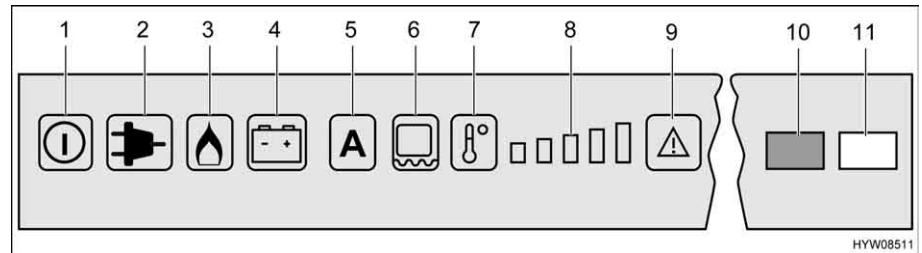

Fig. 229 Elementi di comando per il frigorifero (Dometic RMD)
Se è impostata la modalità di funzionamento "AES", la tensione a 230 V **non** è allacciata e il motore del veicolo è **spento**, il sistema AES seleziona il rifornimento di gas. Selezionando il funzionamento a gas, il dispositivo di sicurezza si apre automaticamente, così che il gas possa fluire al bruciatore. Contemporaneamente si inserisce l'accenditore elettronico. Se la fiamma del gas si spegne, p. es. a causa di un colpo di vento, l'accenditore viene subito azionato riaccendendo il gas. In caso di guasto del funzionamento a gas, lampeggiano i tasti luminosi "Gas" (Fig. 229,3) e "Guasto" (Fig. 229,9). La spia di controllo "Guasto" (Fig. 229,10) è accesa e viene emesso un allarme acustico per 20 secondi.
Dopo l'accensione il frigorifero seleziona automaticamente la regolazione intermedia del termostato. Questa regolazione può essere modificata manualmente tramite il tasto di selezione del livello di temperatura (Fig. 229,7). Le spie di controllo (Fig. 229,8) indicano la temperatura selezionata sul termostato. Il tasto di selezione del livello di temperatura permette di regolare la temperatura di refrigerazione per tutti e tre i tipi di energia. Ci vogliono alcune ore prima che il frigorifero raggiunga la temperatura normale di esercizio. Cambiando la modalità di funzionamento la regolazione del termostato non viene modificata. La temperatura di refrigerazione è indipendente dal tipo di energia utilizzata.
- Accendere il riscaldamento del telaio per 2 ore: Premere una volta il tasto (Fig. 229,6). Sull'indicazione dei gradi di temperatura (Fig. 229,8) si accende una barra.
- Accendere il riscaldamento del telaio per 5 ore: Premere due volte il tasto (Fig. 229,6). Sull'indicazione dei gradi di temperatura (Fig. 229,8) si accendono due barre.
- Regolazione del riscaldamento del telaio ad esercizio continuo: Premere tre volte il tasto (Fig. 229,6). Sull'indicazione dei gradi di temperatura (Fig. 229,8) si accendono tre barre.
L'indicazione dei gradi di temperatura (Fig. 229,8) indica per alcuni secondi la durata di esercizio del riscaldamento del telaio.
Nel caso di temperature esterne ed umidità dell'aria elevate è possibile che si formino gocce d'acqua sul telaio in metallo del vano congelatore. Per questo motivo il frigorifero è dotato di un riscaldamento del telaio per il vano congelatore. Nel caso di temperature e umidità dell'aria elevate, accendere il riscaldamento del telaio con il tasto (Fig. 229,6). È possibile così evitare fenomeni di corrosione. Quando il riscaldamento del telaio è acceso, si accende il tasto luminoso (Fig. 229,6).
- Premere il tasto On/Off (Fig. 229,1) per circa 2 secondi. Il frigorifero si accende e viene visualizzato l'ultimo tipo di energia impostato, oppure "AES".
- Impostare la temperatura di refrigerazione con il tasto di selezione del livello di temperatura (Fig. 229,7). Le spie di controllo (Fig. 229,8) indicano la temperatura selezionata sul termostato.
- Premere il tasto On/Off (Fig. 229,1) per circa 2 secondi. Il frigorifero si spegne e le indicazioni smettono di lampeggiare.